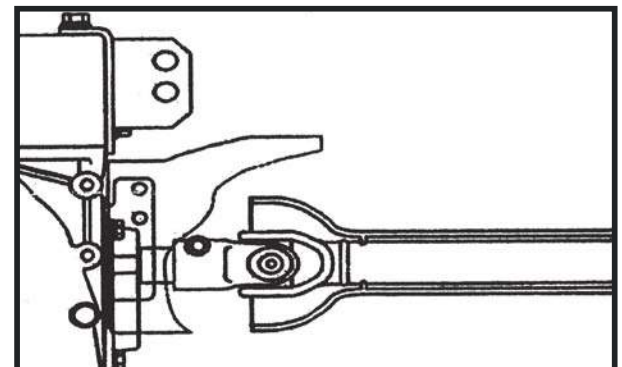

Fig. 27
Protección de la PTO, Fig. 27.
**ATENCIÓN:** Para evitar accidentes es necesario mantener todas las protecciones en su posición y mantenerse lejos de los ejes de transmisión cuando se utiliza el PTO Fig. 27.